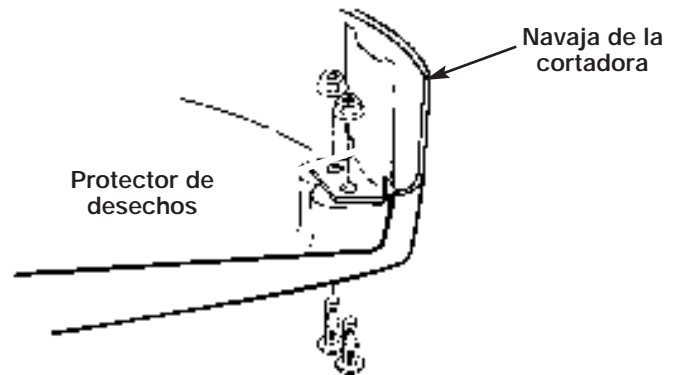

Fig. 27
1. Desmontar la navaja de la cortadora del protector de desechos (Fig. 27).